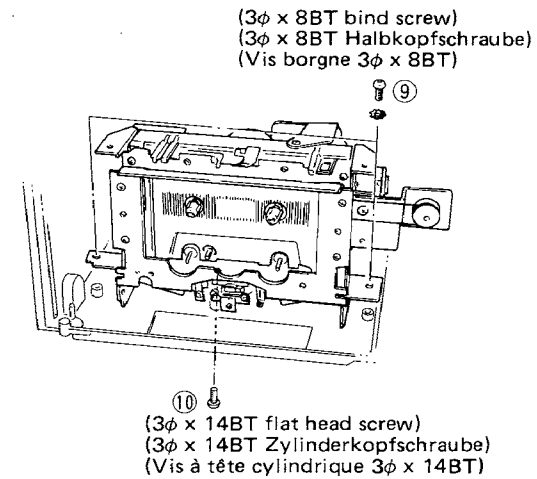

Fig. 6 Abb. 6
### 8. Cassette chassis (Fig. 6)
## 8. Cassettenrecorderchassis (Abb. 6)
8. Châssis de cassette (Fig. 6)